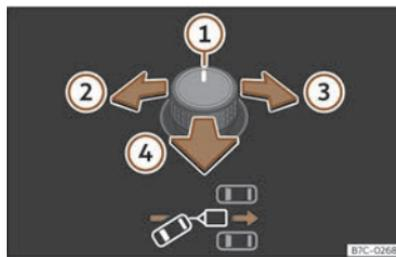
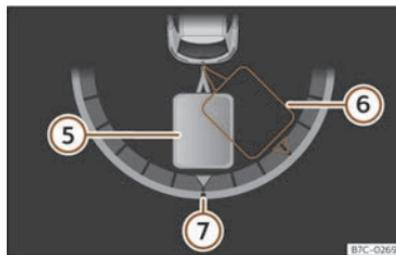

Fig. 144 Manopola degli specchietti retrovisori esterni: regolare l'angolazione del rimorchio.
Fig. 145 Display del quadro strumenti retromarcia.
Legenda della >>> **fig. 144**, >>> **fig. 145**:
- Inclinare la manopola fino a raggiungere la direzione desiderata >>> **fig. 144**. Una rappresentazione del veicolo trainante e del rimorchio nella posizione corrente appare come orientamento sul display del quadro strumenti >>> **fig. 145**.